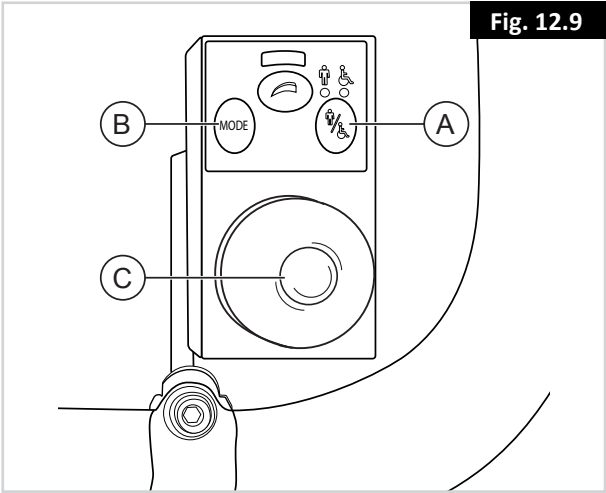

Fig. 12.9
- 2. Para activar el mando de acompañante, debe pulsar el interruptor de cambio entre acompañante o usuario (A en las Fig. 12.9).
- 3. Pulse el botón 'Modo' (B) para seleccionar el modo 'Opciones de ajuste'. El mando quedará establecido en modo 'Opciones de ajuste'. Puede seguir el estado en la pantalla.